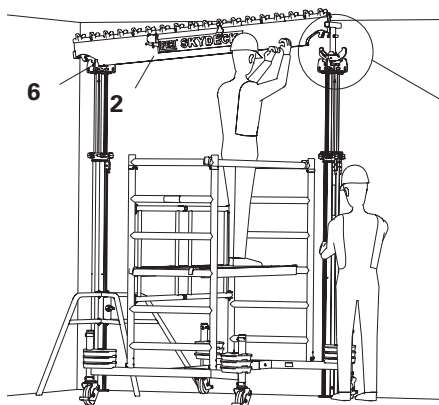

Fig. A4.01
5. Posizionare la trave longitudinale SLT 225 (2) negli appositi supporti presenti nella testa d'appoggio e nella testa a caduta. L'attacco di congiunzione della trave di orditura (2.1) deve trovarsi al centro del supporto (1.2) della testa SKYDECK. (Fig. A4.01 / A4.02a / A4.02b / A4.02c)